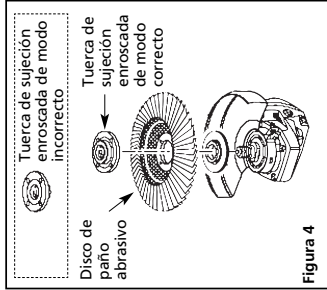

Figura 4
- plano de la tuerca hacia abajo. Ajuste con la mano (vea la figura 4). Oprime el botón del bloqueo del vástago y gire la rueda hacia la derecha hasta que el vástago se tranque en la posición.